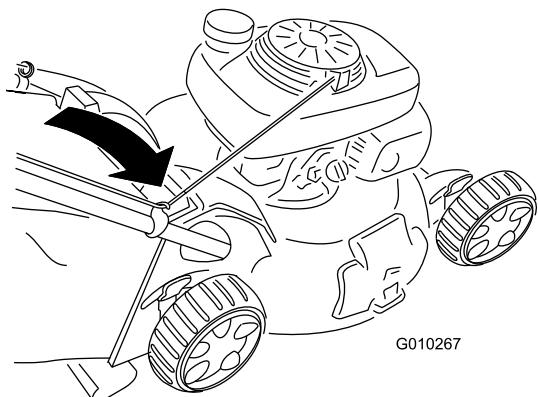

Рисунок 26
- Проложите трос стартера вокруг нижней направляющей троса (Рисунок 26).